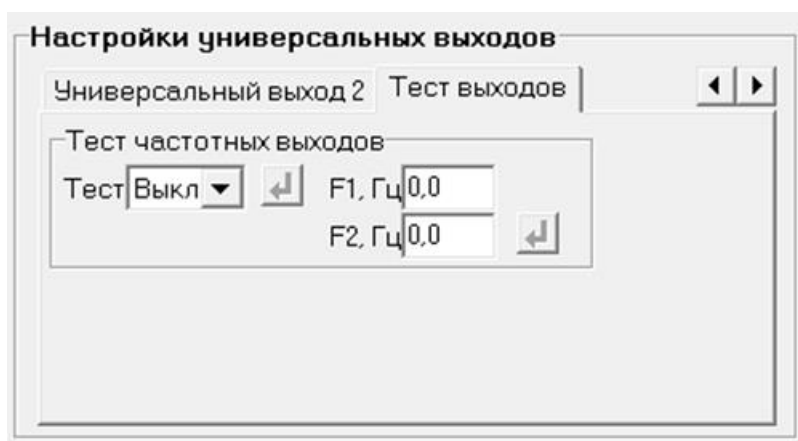

Рис.13. Вид вкладки «Тест выходов».
- 2.4.5. В расходомере предусмотрена возможность проверки работоспособности универсальных выходов в частотном режиме. Установочные параметры для проведения тестирования находятся во вкладке **Тест выходов**, (рис.13), переход к которой производится нажатием кнопки .